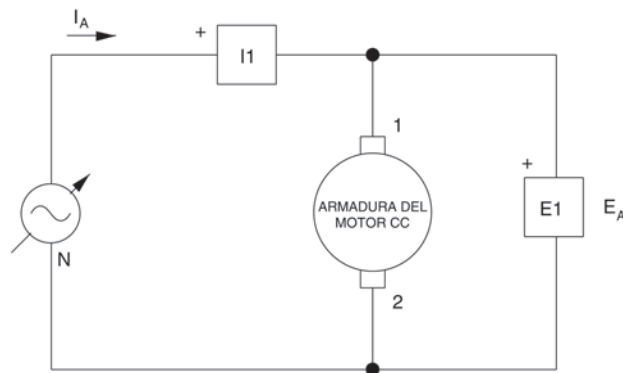

Figura 3-7.
Usted puede determinar la inductancia de armadura del Motor/Generador CC. Para ello, asegúrese de que la Fuente de alimentación esté apagada y que la perilla de control de voltaje se encuentre girada completamente hacia la izquierda. Luego monte el circuito de la Figura 3-7. En la aplicación Aparatos de Medición, abra el archivo de configuración existente ACMOTOR1.DAI, seleccione ver disposición 2 y ajuste el instrumento programable B como medidor de reactancia (X). Encienda la Fuente de alimentación y ajuste la perilla de control de voltaje para que una corriente c.a. (indicada por el medidor I1), igual a la corriente nominal de armadura del Motor/Generador CC, circule en la armadura. Registre la reactancia de armadura (X_A), indicada por el medidor B, apague la Fuente de alimentación y utilice la siguiente fórmula para convertir X_A en una inductancia: